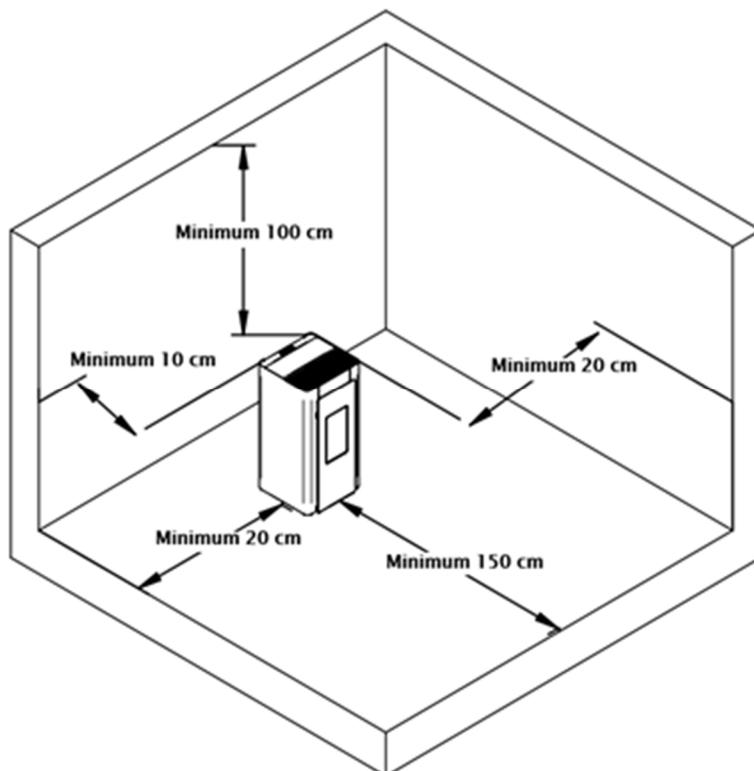

Figure 7 - Distance minimale de toutes les surfaces Urban 8 kW, Urban 10 kW et Urban 12 kW
- Les distances minimales entre le poêle à granules et les surfaces particulièrement inflammables sont indiquées dans la Figure 7.